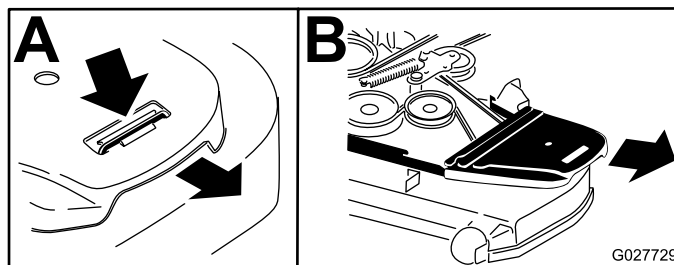

Figura 81
6. Retire las cubiertas de las correas y los pernos que están sujetos a las mismas (Figura 81).